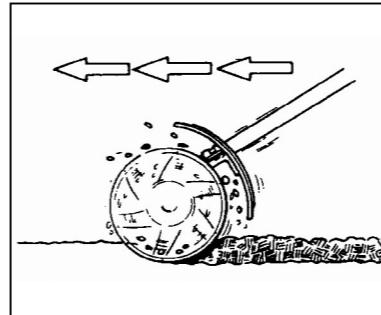
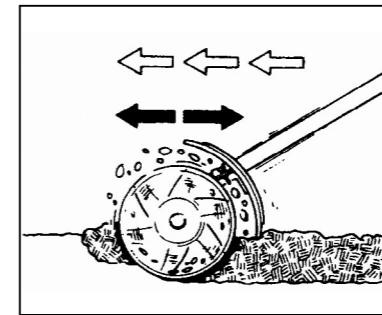

Fig. 7
Fig. 8
- b. For shallow tilling, move the unit quickly over soil surface. (Fig. 7)
For deeper tilling, hold the unit over the same area with the gentle back and forth motion. (Fig. 8)
- b. Si on veut le labourage peu profond , déplacer vite l'ensemble sur la surface du sol (Fig. 7). Si on veut le labourage plus profond, maintenir l'ensemble dans le même endroit avec des mouvements d'avant en arrière et d'arrière en avant. (Fig. 8)